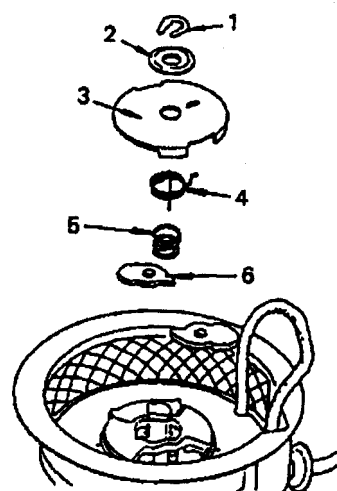
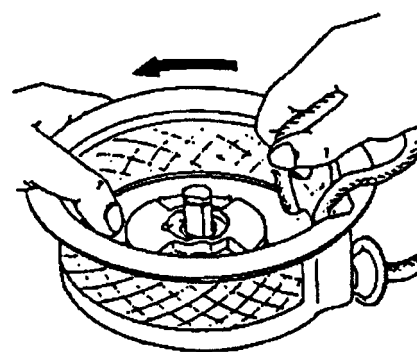

Рис. 10-19
Рис. 10-23
- 3) При разборке снимать детали в том порядке, в котором они пронумерованы на рис. 10-19:
4) Установка оставшихся деталей стартера производится в порядке, обратном указанному на рис. 10-19. При установке крышки фрикционной пружины обратить внимание (рис. 10-23) на то, чтобы конец возвратной пружины вошел в предусмотренное для него отверстие в крышке фрикциона. После этого повернуть крышку в направлении стрелки и совместить ее прорезы с положением собачек. Прижать крышку фрикциона, надеть на вал упорную шайбу и закрепить узел стопорным кольцом (оно ставится с помощью плоскогубцев).